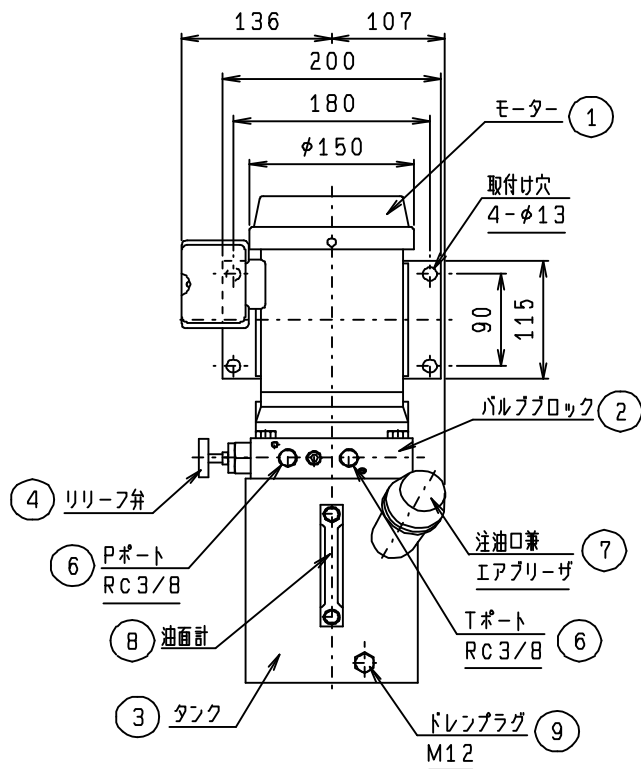
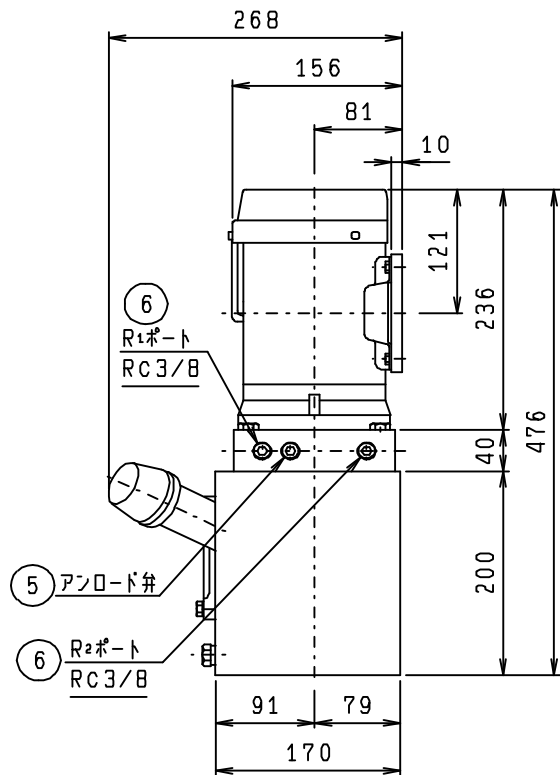

図2 正面図
図4 右側面図
5-1 標準品 (図2, 3, 4参照)
- (5) 本機にはRc 3/8のP、T、R₁、R₂ポート（図2、4参照）、オプション品（電磁弁付き）の場合、A、B、R₁、R₂ポート（図4、6、7参照）があります。ここへ接続する配管材はRc 3/8を使用して下さい。他の部品の配管材もRc 3/8、又は、それ以上のものを使用して下さい。
- (6) 使用する配管材は、十分にフラッシングしたものを使用して下さい。
- (7) 配管材を接続する時は、漏れ防止のためシールテープ等を使用し、ネジ込みトルクは30N・m（300kg・cm）程度にして下さい。
- (1) タンク内に作動油は入っていません。使用の前に注油口兼エアブリーザー（図2参照）のキャップを外して注油して下さい。
- (2) 作動油は清浄な石油系作動油で粘度グレードがISO VG32～68のものを使用して下さい。
本機にはリリーフ弁が内蔵されています。(図2参照)